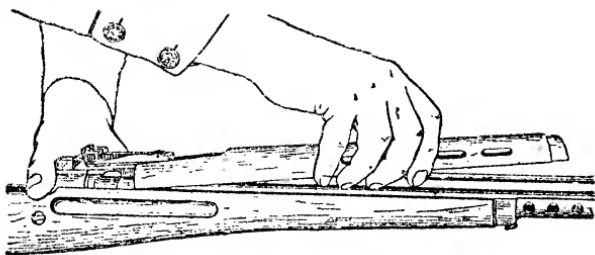

Рис. 65. Отделение ствольной накладки
4. Снять ствольную накладку: приподняв передний конец ствольной накладки вверх (рис. 65), подать ее вперед до выхода заднего конца из-под колодки прицела и отделить от ствола.